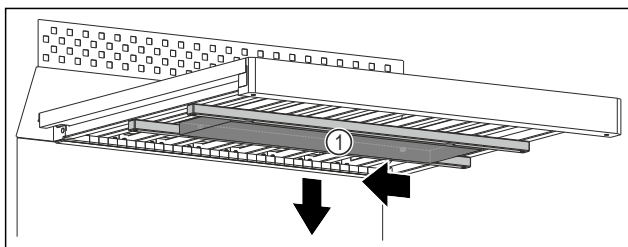

Fig. 106
- Wasserbox Fig. 106 (1) nach links schieben.
- Wasserbox Fig. 106 (1) nach unten entnehmen.